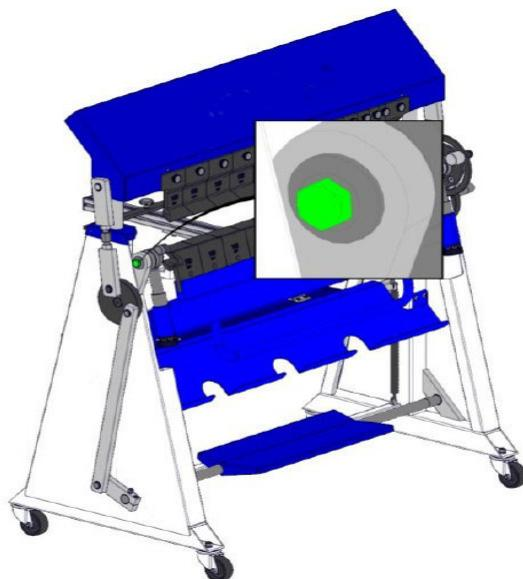

Abb. 10: Einstellschraube Biegeradius
- Ist der Biegeradius verstellt kann dieser über die Einstellschraube (Abb. 10) eingestellt werden.